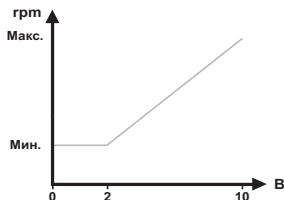

Рис. 12 Зависимость скорости насоса от установленного значения сигнала 0-10 В
1) Когда насос находится под управлением внешнего сигнала 0–10 В, его рабочее состояние изменяется на основе диапазона уровней входного сигнала. График зависимости скорости насоса от установленного значения сигнала 0-10 В приведен на рис. 12